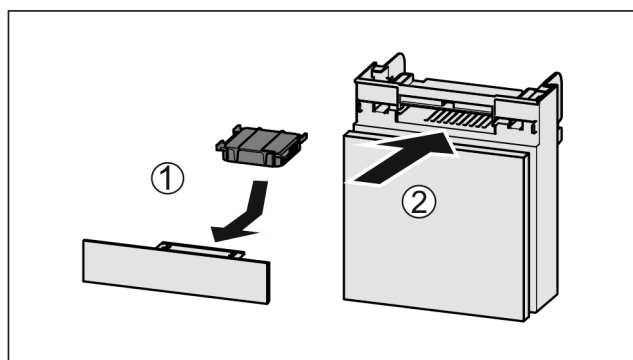

Fig. 39
- ▶ Wkładać Fig. 39 (1) filtr z węglem aktywnym zgodnie z ilustracją.
- ▶ Wsunąć komorę Fig. 39 (2).